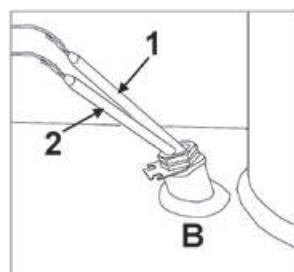

Fig. 14 - Alojamiento B
Poner en el alojamiento "B" (Fig. 14) el bulbo del termostato 1a etapa (1) y el del termostato 2a etapa (2).